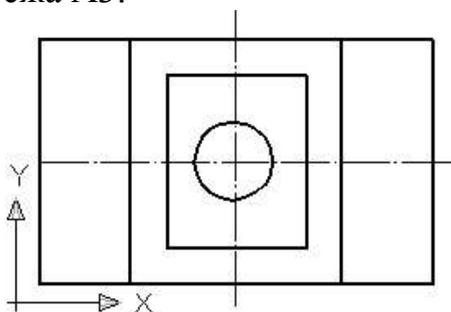

Рис. 107
1. Установить систему координат, совпадающую с видом сверху (рис. 107).